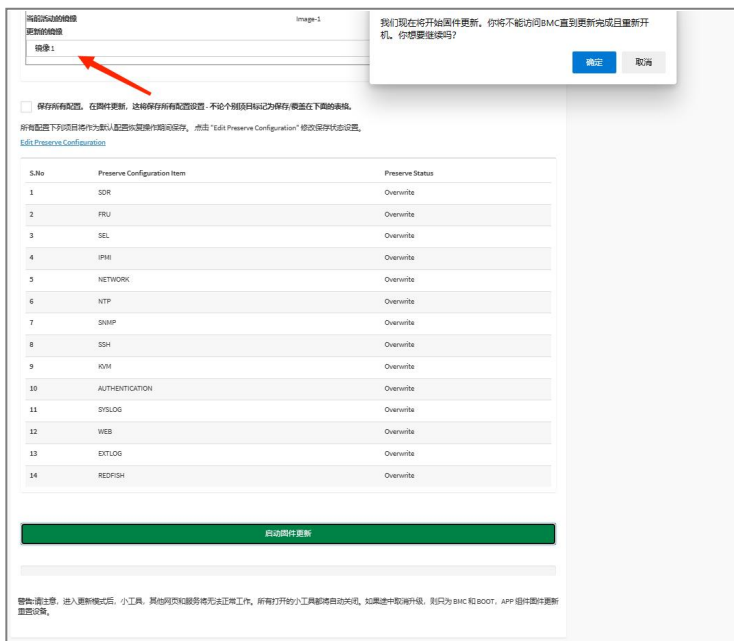

图 5.12-8: 固件更新 4
3. 根据需要选择对应的镜像。默认选择不保存配置, 如有特别需要, 根据自身需求勾选保存配置, 再次点击最下方的“启动固件更新”, 点击“确定”并等待固件上传, 如图 5.12-8